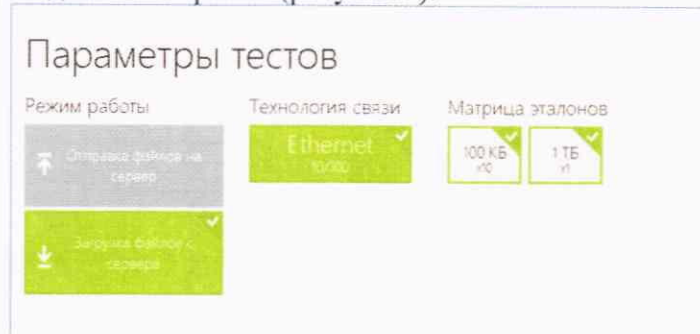
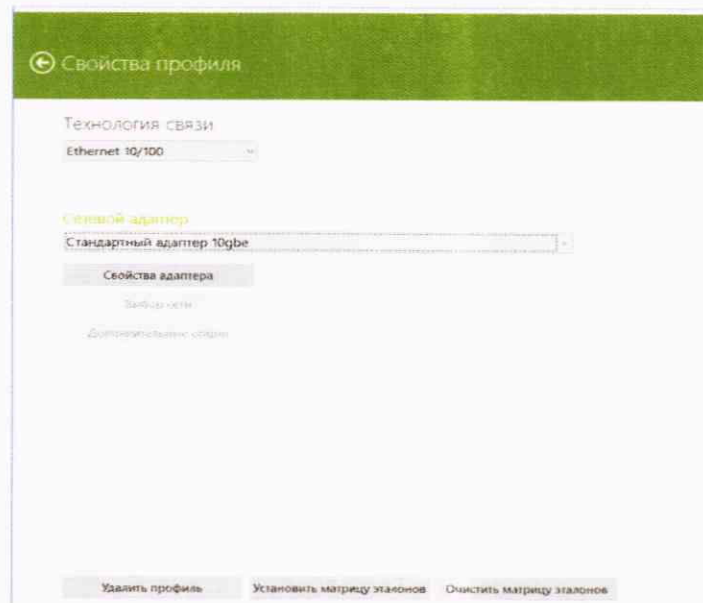

Рисунок 8
Рисунок 9
6.1.14.4 Перейти в главное окно программы путём нажатия пиктограммы . В главном окне программы в столбце «Технология связи» (рисунок 8) войти в меню настройки “Свойства профиля” для выбора и настройки параметров физического интерфейса для проведения измерений (рисунок 9).